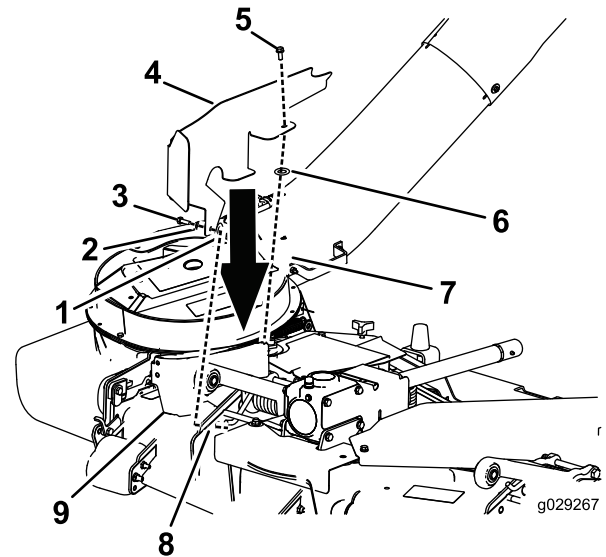

Figure 11
2. Pour les plateaux non équipés d'un système de ramassage, montez la protection droite (Figure 11).